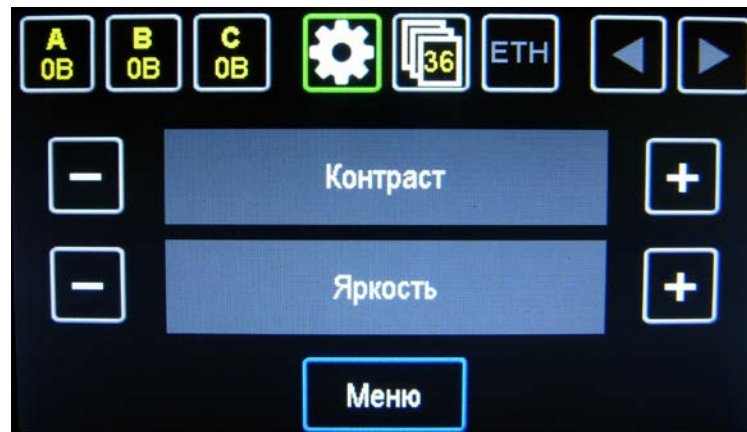

Рисунок 6: Установка яркости и контраста
– Нажать на кнопку «**Яркость, контраст**», после чего отобразятся индикационные полосы «**Контраст**» и «**Яркость**», заполняемые тёмной заливкой слева направо соответственно заданным значениям в % (Рисунок 6);